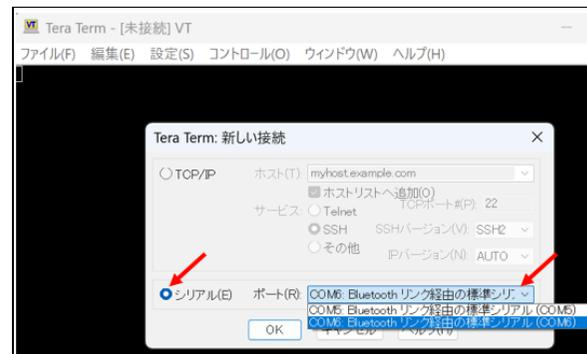

図 15 Tera Term の起動時設定
通信ソフト teraterm を検索して Windows PC にダウンロードしてください。現時点で teraterm-5.5.1x64.exe が最新版です。これを起動し、シリアル(E) ポートに表示される「COM6: Bluetooth リンク経由の標準シリアル(COM6)」を選択します(図 15)。